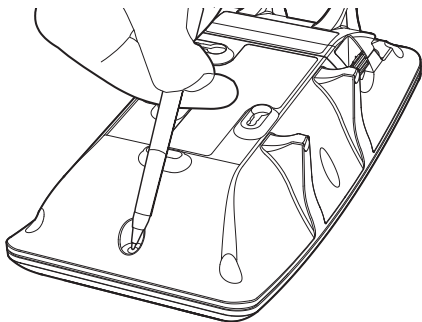

Fig. 5
2. Druk met een pen of iets dergelijks kort op de inregelknop, die zich in een rond gat aan de achterkant van de Low Frequency Sounder bevindt, en laat deze los, zoals getoond (Fig. 5.)
1. Druk met een ballpoint of iets dergelijks kort op de inregelknop, die zich in een rond gat aan de achterkant van de Low Frequency Sounder bevindt, en laat deze los, zoals getoond (fig. 5.) Als u op deze knop drukt zullen de twee rode alarm-LED's aan de voorkant van de Low Frequency Sounder oplichten.